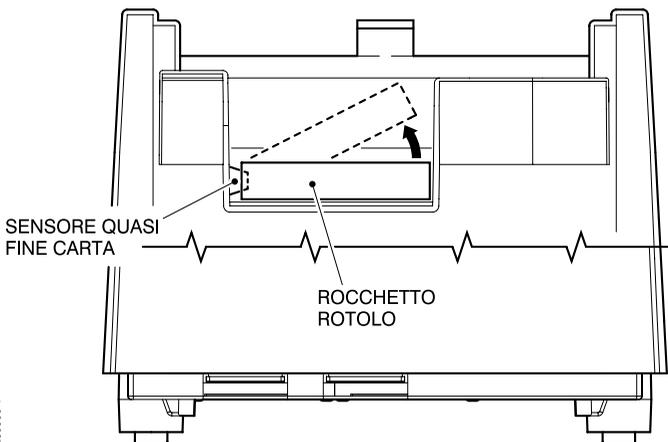

Figura 3-2. Rimozione rocchetto rotolo
2. Per agevolare la sostituzione del rotolo esaurito si **consiglia di estrarre il rocchetto del rotolo agendo come indicato in Figura 3-2.**